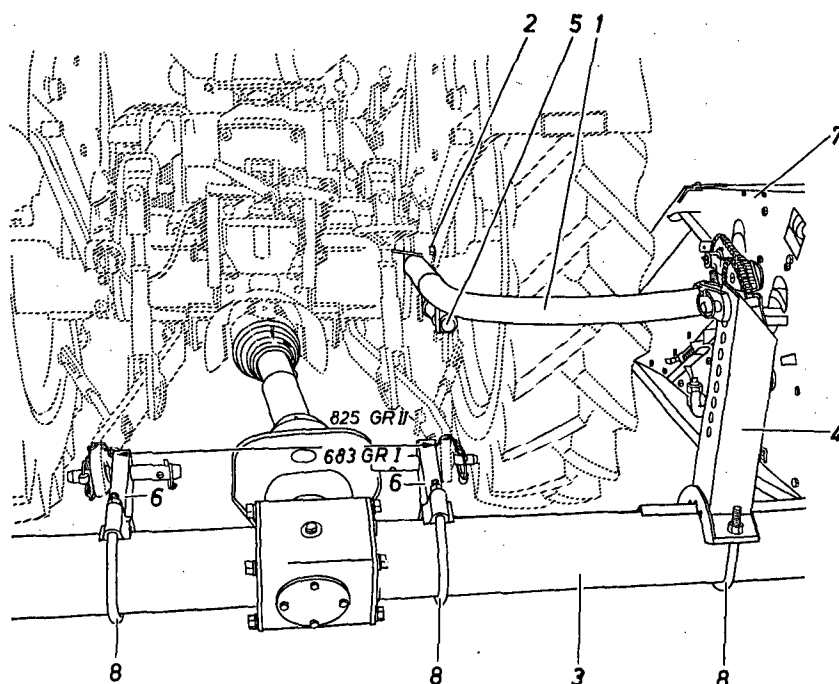
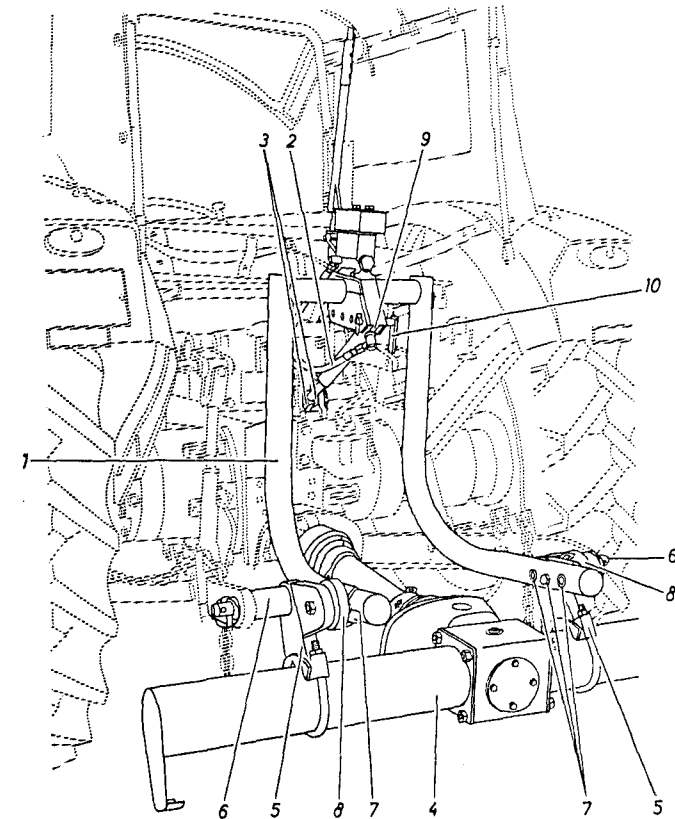

Bild 2
Bild 3
1. mit Abstützung zur Schlepperachse (Bild 2)
2. mit hydraulischer Abstützung (Bild 3)
Zunächst muß am Schlepper ein Befestigungspunkt für das Stützrohr (Bild 2, Pos. 1) gesucht werden. Dieser Punkt (Bild 2, Pos. 2) soll möglichst weit über
der Hinterachse liegen, damit beim Ausheben des Gerätes das Stützrohr so steuert, daß die Schleifschuhe vom Boden abgehoben werden. Der Festpunkt kann z. B. an einer kräftigen Schraube der Kotflügelbefestigung (Bild 2, Pos. 2) gewählt werden. Wir liefern zwei Anschlußteile verschiedener Form mit, von denen eines praktisch immer paßt. Mit Hilfe eines Steckers wird das Stützrohr dann angeschlossen, während es mit dem anderen Ende an der auf dem rechten Tragrohr (Bild 2, Pos. 3) festgeschraubten Stütze (Bild 2, Pos. 4) festgemacht wird. Das Stützrohr ist möglichst waagrecht zu stellen bzw. so, daß beim Ausheben des Gerätes die Schleifschuhe sich vom Boden abheben. Entsprechende Einstellmöglichkeiten sind an der Stütze (Bild 2, Pos. 4) vorhanden. Das Einstellen der Arbeitslage des Häckslers kann durch Längenänderung des Stützrohres mit Hilfe der Spindel (Bild 2, Pos. 5) erfolgen. Die beiden Kupplungsstücke für die unteren Lenker (Bild 2, Pos. 6) werden entsprechend der vorhandenen Schlepper-Normgröße I bzw. II eingestellt. Bei Größe I (Bild 2) auf 683 mm, bei Größe II werden die Kupplungsstücke umgedreht, damit die großen Zapfen nach außen kommen. Das Außenmaß ist dann auf 825 mm einzustellen. Die Kupplungsstücke sind mit drei Rillen versehen, wodurch sich weitere Einstellmöglichkeiten ergeben. Zweckmäßigerweise werden z. B. bei Schleppern mit weit hinten liegendem Gelenkwellenanschluß die Kupplungsstücke ganz nach unten gestellt. Dadurch erreicht man, daß der Abstand zwischen den Zapfwellenstummeln am Schlepper und Gerät größer wird und somit eine möglichst lange Gelenkwelle Verwendung finden kann.
Die Stütze (Bild 2, Pos. 4) ist auf dem rechten Tragrohr (Bild 2, Pos. 3) verschiebbar, so daß beim Anbau des Stützrohres (Bild 2, Pos. 1) dieses ohne Verspannung angebaut werden kann. Es soll möglichst parallel zum Schlepperreifen stehen.
Die Tragrohre (Bild 2, Pos. 3) sind zusammen mit dem Gerät (Bild 2, Pos. 7) nach dem Lösen der Bügelschrauben (Bild 2, Pos. 8) seitlich zu verschieben und somit jeder Schleppergröße anzupassen.
Diese Anbauform entspricht völlig dem normalen Dreipunktbau, wie er bei Pflügen, Mähwerken oder ähnlichen Geräten üblich ist, d. h. es werden alle drei Anschlußpunkte der Dreipunkthydraulik über eine Dreipunktaufhängung (Bild 3, Pos. 1) angeschlossen. An Stelle des Oberlenkers, der entfernt werden muß, wird der Hydraulikzylinder (Bild 3, Pos. 2) zusammen mit zwei Distanzbüchsen (Bild 3, Pos. 3) eingesetzt. Für die Aufnahme der Unterlenker befinden sich auf dem Tragrohr (Bild 3, Pos. 4) zwei Kupplungsstücke (Bild 3, Pos. 5) mit den Aufnahmebolzen (Bild 3, Pos. 6), die je nach Schleppergröße ausgetauscht werden müssen (im Bild 3 ist Normgröße II abgebildet). Damit ein großer Deichselausschlag des angehängten Wagens erfolgen kann, sind die Rohrbogen der Dreipunktaufhängung (Bild 3, Pos. 1) möglichst weit zur Schlepperachse anzustellen, was durch die Einstellmöglichkeiten a) der Kupplungsstücke (Bild 3, Pos. 5), b) der Lochverstellung (Bild 3, Pos. 7) und c) der Rastenscheiben (Bild 3, Pos. 8) erfolgen kann. Damit der gesamte Hub des Hydraulikzylinders (Bild 3, Pos. 2) zur Verfügung steht, ist eine weitere Einstellmöglichkeit für den oberen Anlenkpunkt (Bild 3, Pos. 9) des Hydraulikzylinders durch Umstecken des Steckers (Bild 3, Pos. 10) gegeben.
Nach dem Anbauen der Anhängenvorrichtung gilt für die hydraulische Abstützung und auch für die Abstützung zur Schlepperachse den Häcksler so einzustellen, daß in der Arbeitsstellung die Schleifschuhe etwa 1-2 cm über dem Boden gleiten. Das Tragrohr (Bild 2, Pos. 3 und Bild 3, Pos. 4) muß sich dann mit seiner Unterseite mindestens 15-20 cm über dem Boden befinden. Ist die Maschine so angebaut, dann wird der Maisstengel etwa 10 cm hoch geschnitten. Es ist falsch, die Maschine in Arbeitsstellung parallel zum Boden einzustellen und dann den Maisstengel sehr kurz abzuschneiden. In diesem Falle bekommt das Schneidmesser dauernd Bodenberührung, so daß Sand und Steine schwere Beschädigungen verursachen können! Bei der hydraulischen Abstützung (Bild 3) braucht beim Ausheben des Gerätes während der Arbeit die Schlepperhydraulik nicht mehr in Anspruch genommen werden. Mit der Hydraulik wird durch einige Pumpbewegungen, wenn nötig, das Gerät ausgehoben und die Schleifschuhe angehoben.